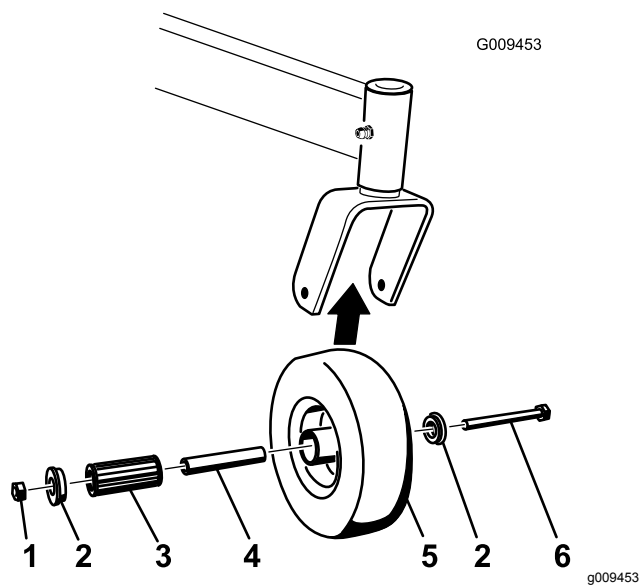

Figura 48
1. Retire a porca de bloqueio e parafuso da roda que prendem a roda giratória à forquilha da roda (Figura 48).
2. Retire um casquilho e, em seguida, empurre o casquilho de vara de ligação e rolamento de rolo para fora do cubo da roda (Figura 48).
3. Retire o outro casquilho do cubo da roda e limpe qualquer lubrificante e sujeira do cubo da roda (Figura 48).
**Nota:** Substitua todas as peças danificadas ou desgastadas (Figura 48).
5. Coloque um casquilho no interior do cubo da roda (Figura 48).
6. Lubrifique o casquilho do rolamento e o casquilho da vara de ligação e faça-os deslizar para o interior do cubo da roda (Figura 48).
7. Coloque o segundo casquilho no cubo da roda (Figura 48).
8. Monte a roda giratória na forquilha da roda giratória e fixe-a com o parafuso da roda e a porca de freio (Figura 48).
9. Aperte a porca de bloqueio até que a parte inferior do casquilho de vara de ligação encoste ao interior das forquilhas da roda giratória (Figura 48).